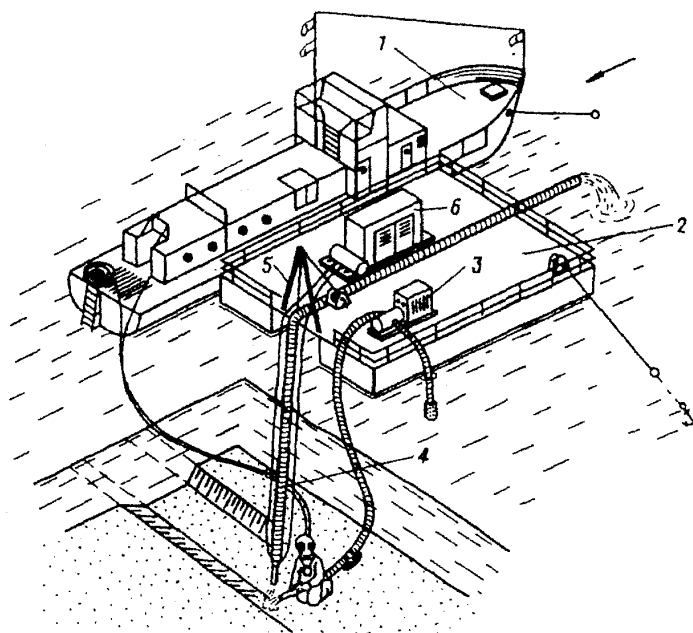

Рис. 4. Схема разработки грунта пневматическим грунтососом с одновременным рыхлением его гидромонитором
1.66.46. Нормами таблицы Н-66-01-007 предусмотрен отсос грунта водоструйными или пневматическими грунтососами с диаметром приемной трубы 125 и 150 мм с одновременным рыхлением грунта струей гидромонитора. Грунтососы располагаются на плавучей площадке, на льду или берегу. Вода к водоструйному грунтососу подается от центробежного насоса, а воздух к пневматическому - от компрессора. Разрыхление грунта вокруг всасывающего наконечника грунтососа осуществляется струей от гидромониторной установки (рис. 4). Подача рабочей воды водоструйного насоса - 70 - 180 м³/ч при напоре 150 - 80 м, подача воздуха, подаваемого от компрессора к пневматическому грунтососу, - 0,075 м³/с при давлении 0,3 - 0,5 МПа (3 - 5 кгс/см²). Нормами учтено транспортирование пульпы в непосредственной близости от грунтососа.